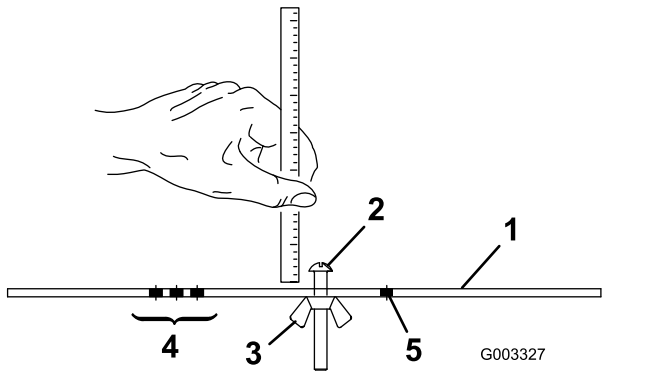

図 16
2. ゲージバー **図 16** のナットをゆるめ、調整ねじを希望の刈り高に合わせる